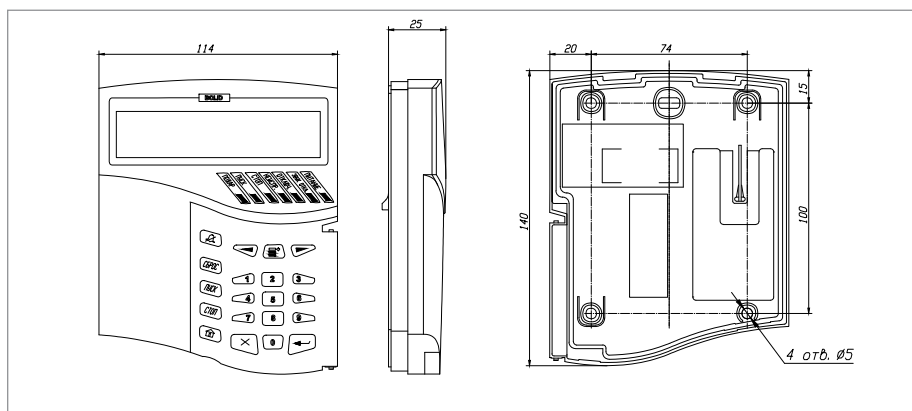
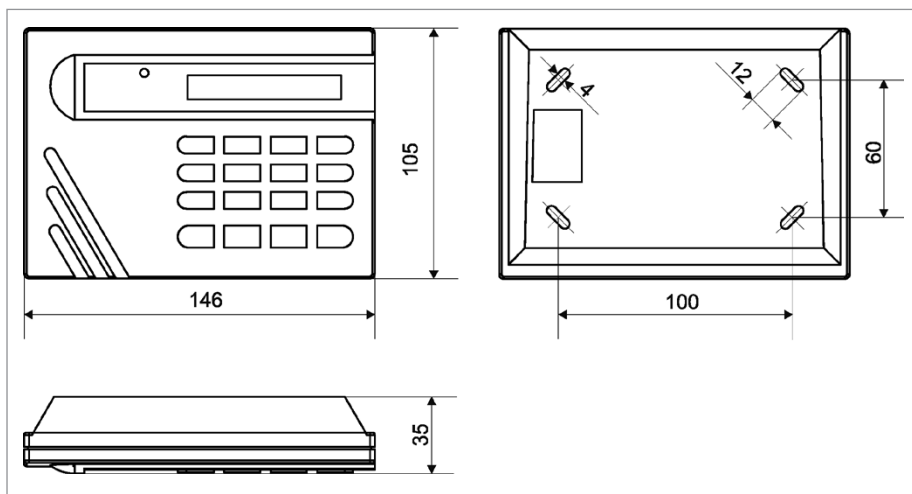

Рисунок 1. Внешний вид и габаритные размеры «С2000М»
Рисунок 2. Внешний вид и габаритные размеры «С2000-К»
2. В соответствии с габаритным чертежом (см. Рисунок 1, Рисунок 2, Рисунок 3) наметьте на стене места для установочных отверстий: